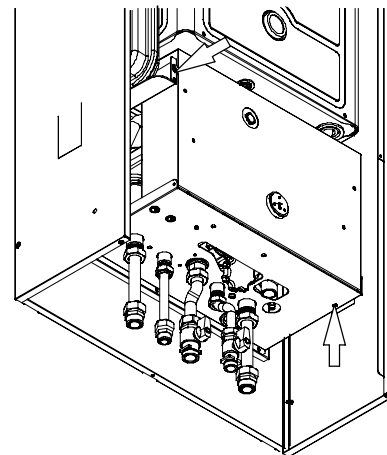

fig. 9.1
- 1 Svitare le viti indicate in fig. 9.1